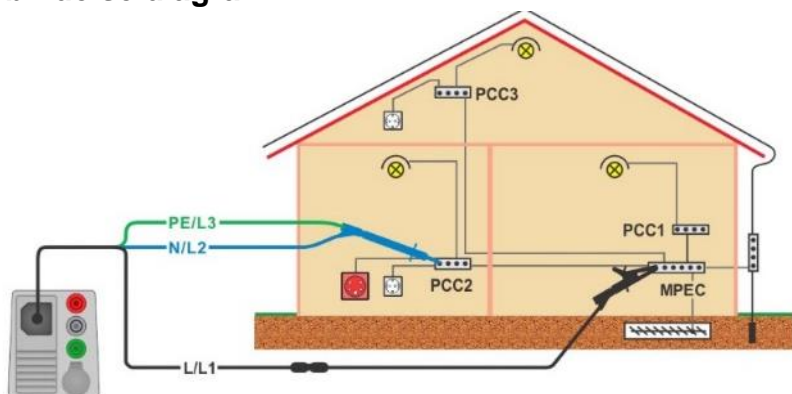

Fig. 4.22: Forbindelse for 3-leder testledninger plus evt. forlængerledning
- › Forbind testledningerne, se **Fig. 4.22**